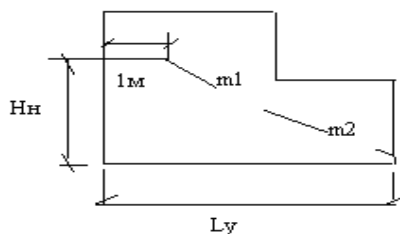

Рис.2 Длина устоя
Если высота насыпи по заданию до 12 м (включительно), то длина устоя будет определяться по следующей формуле (1)(см рис.2):